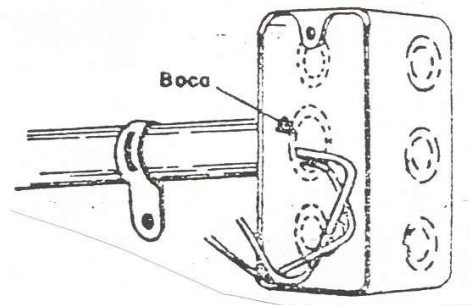

Fig. 54
- c) Corte os condutores no extremo da amarração com o fio pescador (fig. 54).